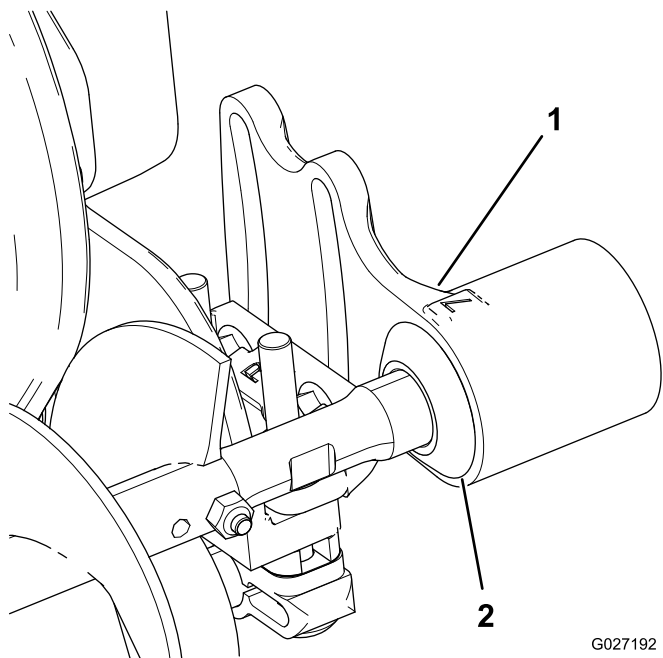

图7
1. 向外滑动防尘圈直到唇形密封圈与每个轴承座轻轻接触图7。